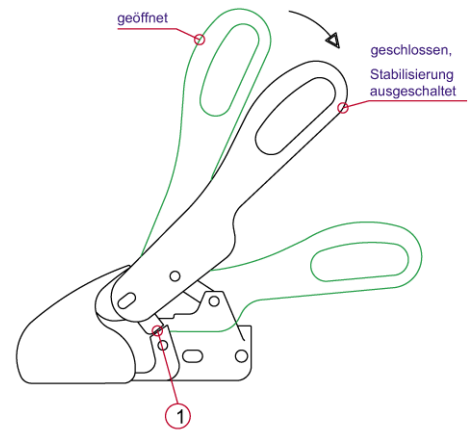
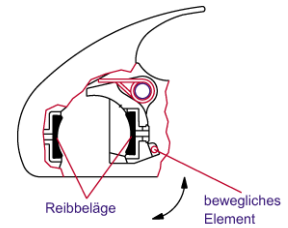

Bild 4: Ankuppeln
Bild 8: Anordnung der Reibelemente
Die geöffnete Zugkugelpkupplung wird auf die Kupplungskugel des Zugfahrzeuges gesetzt. (Bild 4)
Durch die Stützlast und eine evtl. zusätzliche Belastung der Deichsel schließt die Zugkugelpkupplung automatisch, und die seitlichen Sicherungslaschen (1) stehen parallel gegenüber der Sicherungsflächen am Gehäuse (Bild 4).
Bei längerem Nichtgebrauch sollte der Anhänger mit geschlossener Zugkugelpkupplung abgestellt werden, hierzu den geöffneten Bedienungshebel (Bild 4) anheben, gleichzeitig Kugelpfanne (bewegliches Element mit Reibbelag – (Bild 8) nach vorne ziehen oder den **Safety ball** in den Kugelraum drücken und den Bedienungshebel langsam schließen.
Das Innere des Kugelraums im Bereich der Reibbeläge ist sauber und fettfrei zu halten. (Bild 8) Bei verschmutzten Reibbelägen kann die Oberfläche mit Schleifpapier, Körnung 200-240, gereinigt werden. Anschließend Oberfläche mit Waschbenzin oder Spiritus säubern. Alle beweglichen Lagerstellen und Bolzen sind leicht zu ölen. Durch regelmäßige Wartung und Pflege erhöhen Sie die Lebensdauer, Funktion und Sicherheit Ihrer WS 3000.